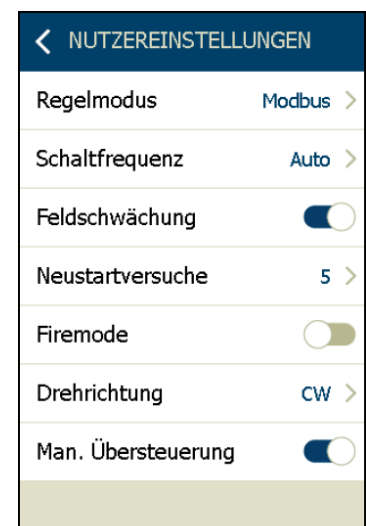

Abb. 11-17: Man. Übersteuerung
3. Wählen Sie das Untermenu „Nutzereinstellungen“ an. Aktivieren Sie in den Nutzereinstellungen die Option „Man. Übersteuerung“, wie in Abb. 11-17 ersichtlich.